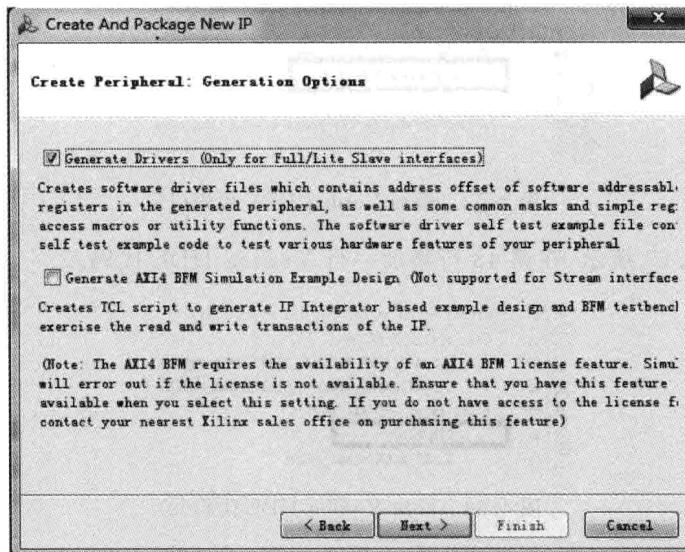

图 4.60 外设生成选项
- ① Name: S\_AXI;
- ② Interface Type: Lite;
- ③ Interface Mode: Slave;
- ④ Data Width: 32;
- ⑤ Number of Register: 4。
(17) 单击 Next 按钮。
(18) 如图 4.60 所示,出现 Create And Package New IP-Create Peripheral: Generation Options 对话框界面。在该界面中,选中 Create Drivers(Only for Full/Lite Slave interfaces)前面的复选框。